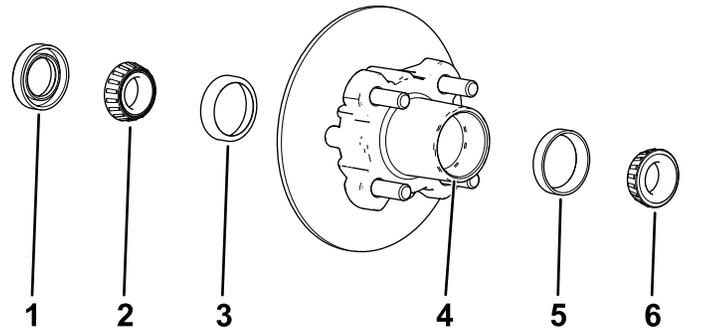

Figure 28
1. Déposez le roulement extérieur et la bague de roulement du moyeu (Figure 28).
2. Déposez le joint et le roulement intérieur du moyeu (Figure 28).
5. Éliminez la graisse, la saleté et les débris déposés à l'intérieur de la cavité du moyeu (Figure 28).
7. Remplissez la cavité du moyeu de 50 à 80 % environ avec la graisse spécifiée (Figure 28).
8. Assemblez le roulement intérieur sur la bague sur le côté intérieur du moyeu et montez le joint (Figure 28).